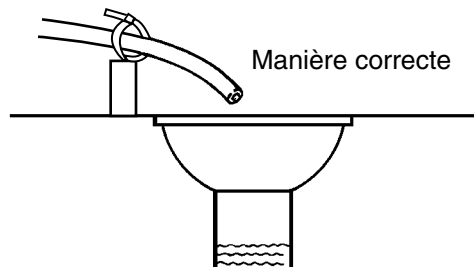

Figure 8 Raccord du tuyau de vidange
**AVERTISSEMENT** N'introduisez jamais un tuyau de vidange directement dans une vidange, un tuyau d'égoût ou un siphon (Figure 8 Raccord du tuyau de vidange). Laissez toujours un espace d'air entre le tuyau de vidange et l'eau usée pour empêcher la possibilité du siphonnement à rebours des eaux d'égoût dans l'adoucisseur.